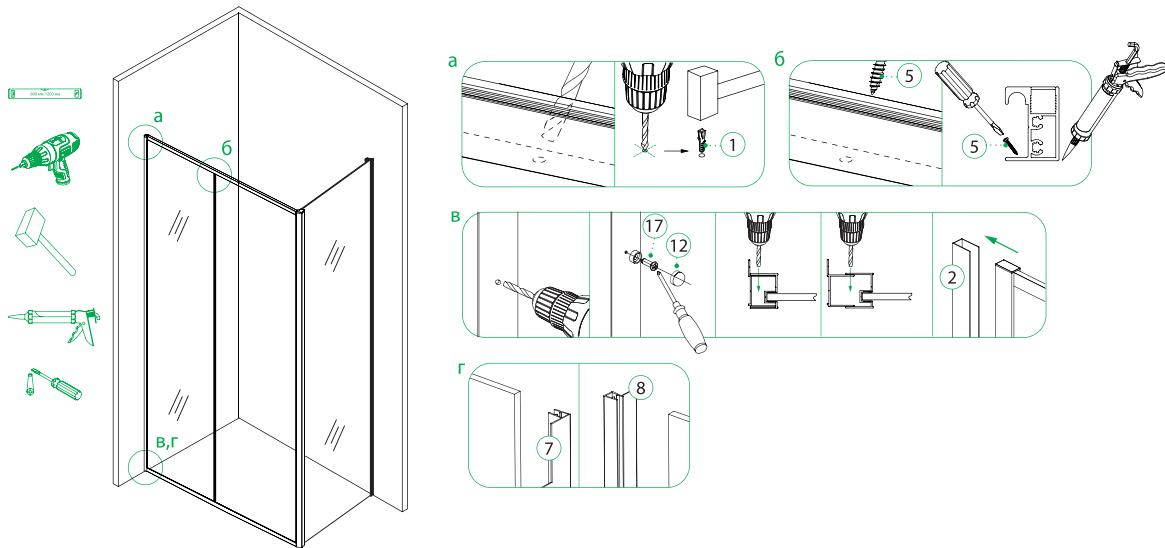

Рис. 10/10-сур.
6. Выровняйте ограждение с помощью уровня и определите место для отверстия в полу для крепления ограждения (разметка на внутренней части профиля), как показано на рисунке 10-а. Просверлите отверстия, вставьте дюбель и зафиксируйте его с помощью шурупа, предварительно обработав нижнюю часть всего профиля санитарным силиконовым герметиком (рис. 10-б). При установке ограждения на поддон, крепеж ограждения к поддону не обязателен. С помощью шурупов закрепите собранную конструкцию к пристенным профилям, как показано на рисунке 10-в. После сборки установите уплотнители PVC на стекла, как показано на рисунке 10-г.